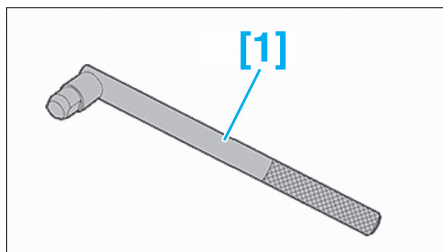

FIG. 21
- [1]. Clé d'ouverture des pivots (réf : 8601-T) (Fig.21).